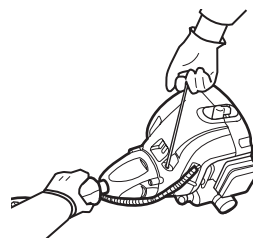

Fig. 20
- > Appuyez votre machine-outil sur la terre et tirez fermement la poignée du démarreur à rappel [2]. Si nécessaire, recommencez jusqu'à ce que le moteur démarre (Fig. 20).